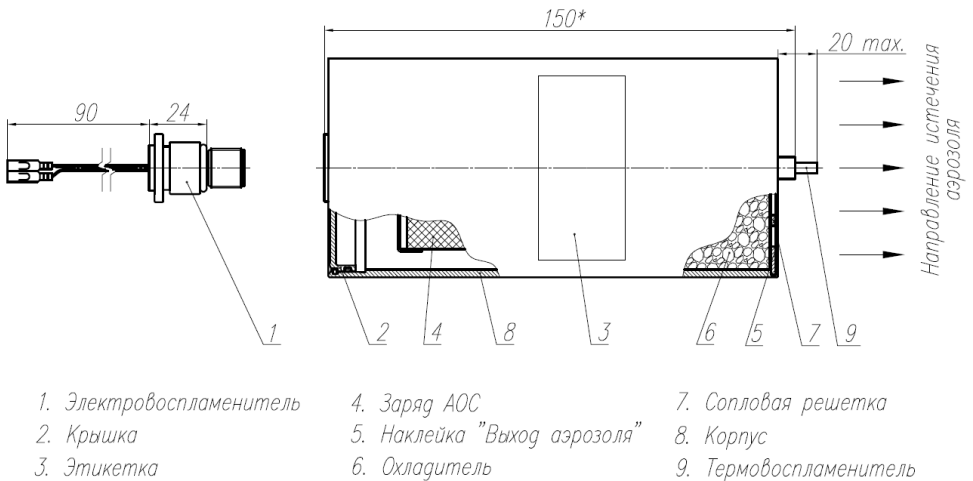

Рис.1. Генератор огнетушащего аэрозоля «Допинг 2.160п»
3.1. В комплект поставки ГОА (рис. 1) входит:
5.1. Устройство генератора (рис.1).